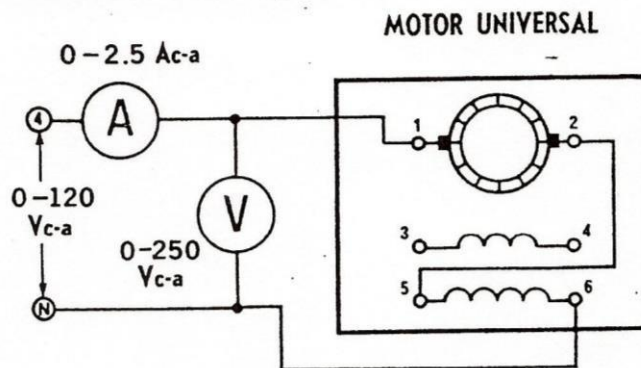

Figura 2
9. Conecte los devanados de armadura y compensación en serie a la salida de 0-120 Vc-a de la fuente de alimentación, como se ilustra en la figura 2.